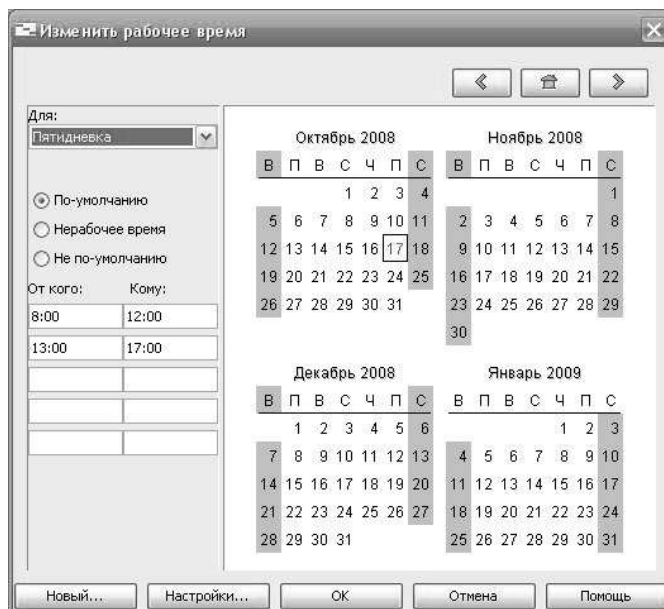

Рис. 5.5 – Настройка календаря ресурсов проекта
6. Определение рабочего времени ресурса, а также его личных рабочих и выходных дней выполняется в диалоговом окне *Изменить рабочее время*, Меню *Инструменты*, представление *Лист ресурсов* (рис. 5.5).